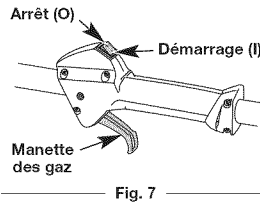

Fig. 7
REMARQUE : Il n'est pas nécessaire de faire démarrer la machine. La commande démarrage et arrêt est en position démarrage (I) en permanence (Fig. 7).
- Appuyez sur la commande Marche/Arrêt Stop et maintenez-la en position ARRÊT (O) jusqu'à ce que le moteur s'arrête complètement (Fig. 7).